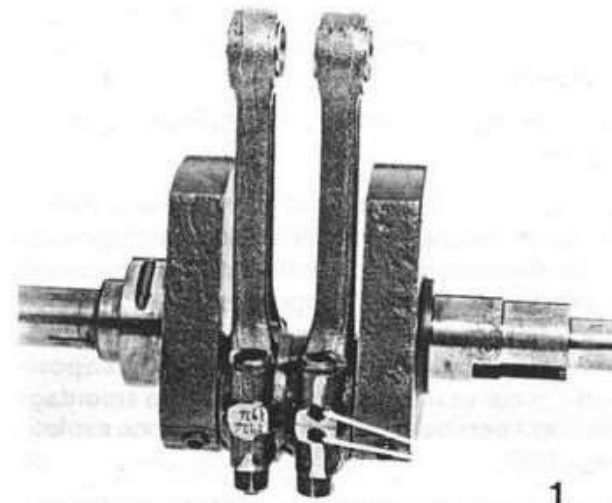

Fig. 130
Prima di togliere le bielle dall'albero motore è necessario praticare due segni di riferimento su una di esse (un segno sulla biella ed uno sul cappello - vedi Fig. 130) con della vernice, una penna elettrica o un pennarello, in modo da evitare un errato posizionamento dei pezzi in fase di rimontaggio.
Se si montano bielle nuove è indispensabile montarle orientate come in Fig. 130 e 163.
Before removing the connecting rods from the crankshaft it is necessary to draw mating marks (one on the connecting rod and the other on the cap Fig. 130) with paint or with a fibre tipped pen. This procedure will ensure correct replacement upon rebuild.
**NOTE** - When reassembling the engine, it is of utmost importance that every connecting rod is installed in its original position the right way round. Every cap should be fitted to its original connecting rod and should be facing the right way. If new connecting rods are fitted, they must be positioned as shown in Fig. 130 and Fig. 163.